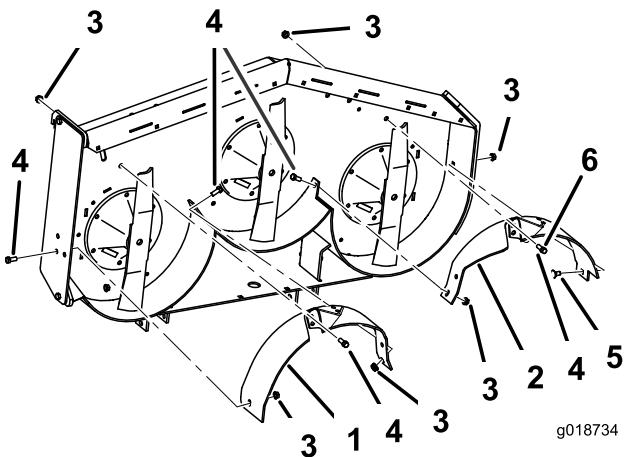

Figura 6
2. Montate, senza serrarlo, il deflettore destro sul piatto di taglio con 2 bulloni (3/8 x 7/8 poll.) e 2 dadi flangiati (3/8 poll.) (Figura 6).
3. Montate, senza serrarlo, il deflettore destro sulla piastra di scarico con un bullone (3/8 x 7/8 poll.) e un dado flangiato (3/8 poll.) (Figura 6).
5. Montate, senza serrarlo, il deflettore sinistro sul piatto di taglio con 2 bulloni (3/8 x 7/8 poll.) e 2 dadi flangiati (3/8 poll.) (Figura 6).
testa tonda (3/8 x 3/4 poll.) e un dado flangiato (3/8 poll.) (Figura 6).